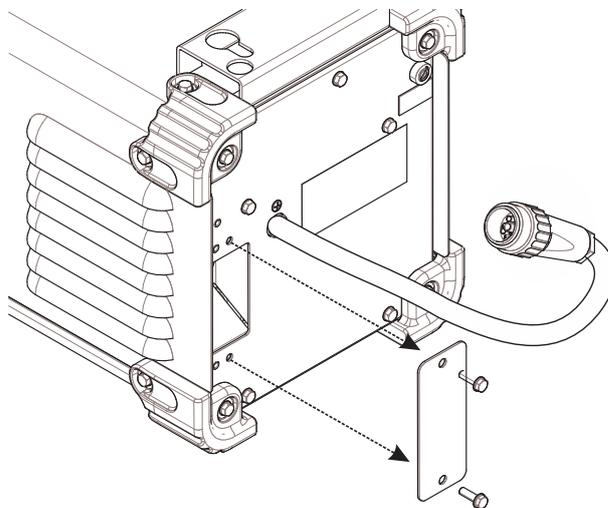

Figura 9
- Il pannello di accesso al filtro è situato nella parte posteriore in basso a sinistra, rimuovere le due viti, vedere Figura 9.